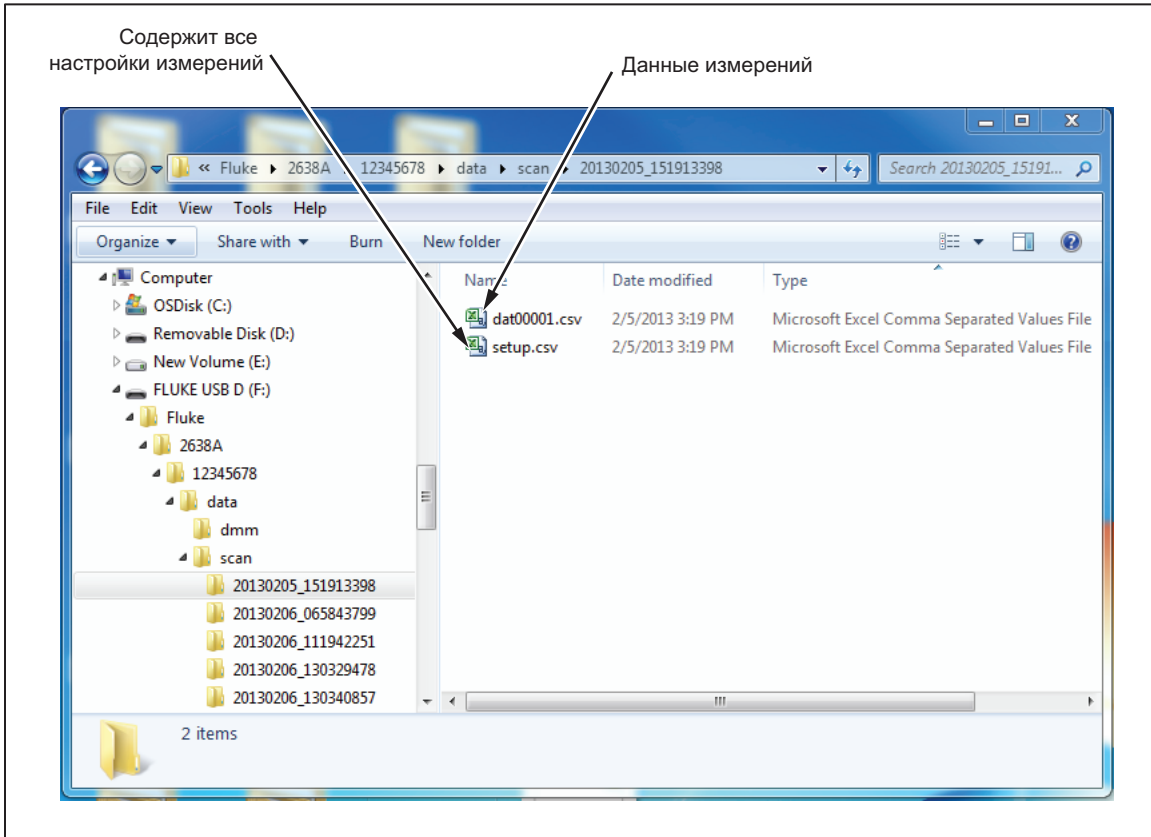

Рисунок 4-8. Файлы Setup.csv и Dat00001.csv
5. Перейдите к папке с данными (см. рис. 4-8 с примером структуры папок):
6. Откройте файл двойным нажатием кнопки мыши. Папка с временной меткой содержит два файла (.csv) в формате разделения запятой: **setup.csv** и **dat00001.csv**. Файл **setup.csv** содержит все параметры измерений, сконфигурированные при записи данных. Файл **dat00001.csv** содержит все записанные данные измерений. См. рис. 4-8.